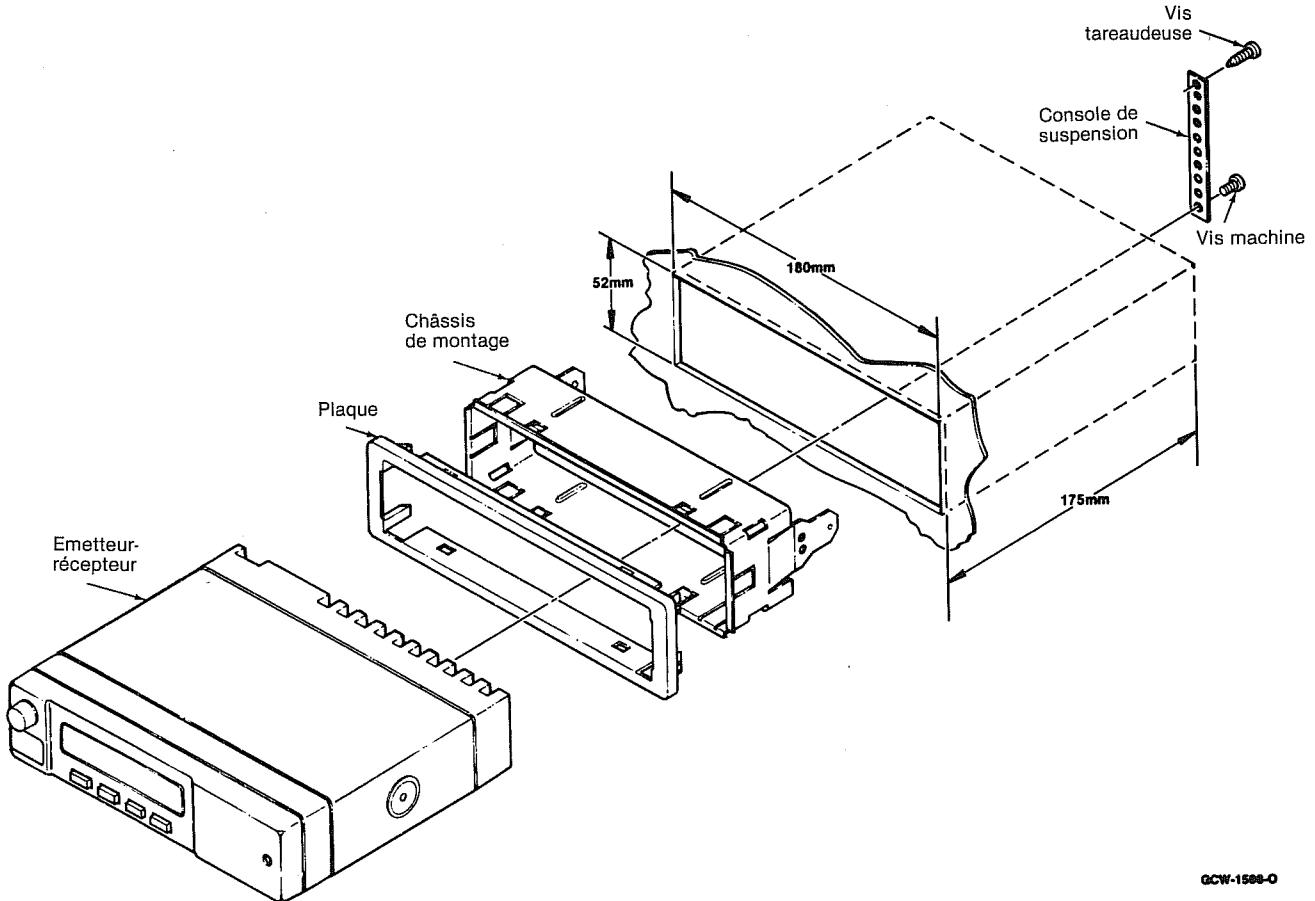
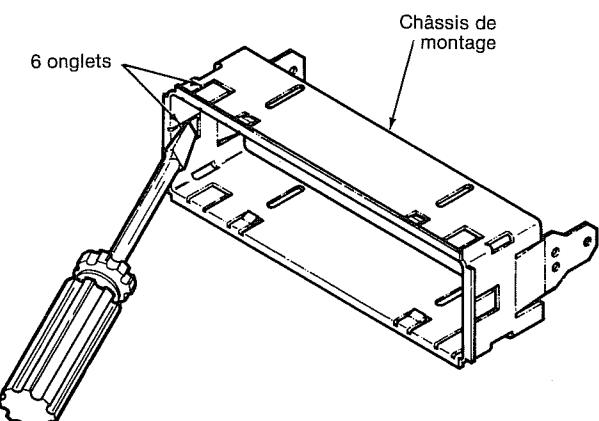

Figure 1
Figure 2
(1) Dégarez l'ouverture dans le tableau de bord, et agrandissez-la si nécessaire aux dimensions indiquées sur la figure 1.
(2) Introduisez le châssis de montage dans l'ouverture et tordez les six onglets (voir figure 2) pour le maintenir en place. Installez la plaque sur le châssis de montage en pressant dessus.
(3) Faites glisser la radio dans le châssis de montage jusqu'à ce qu'elle soit bien agrippée.
(4) Fixez la console de suspension (voir figure 1) avec les vis fournies.